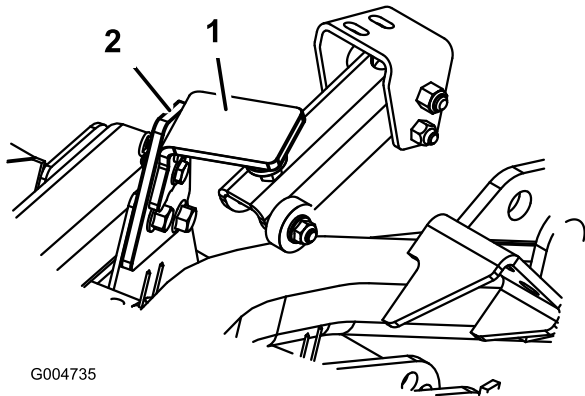

Figura 79
2. Retire o contrapino tipo grampo e pino de segurança que fixam o trinco de transporte da cobertura à respectiva placa (Figura 79). Desloque o trinco na direcção da parte posterior da cobertura.